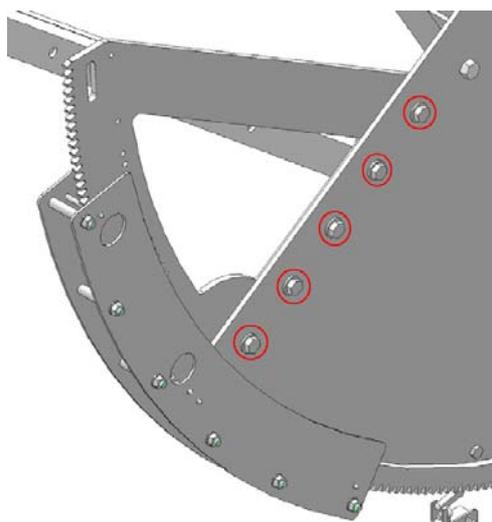

Fig.13 Fissaggio settore dentato aggiunto
17. Posizionare il settore dentato aggiunto sul corpo antenna con estrema cura servendosi della dima come guida e, assicurandosi che non si sposti, fissarla mediante l'utilizzo di cinque viti a testa esagonale M14 L 40 mm grado SAE 8.8 zincate con relative rosette piane, grover e dadi esagonali al supporto per la cremagliera (Fig.13).